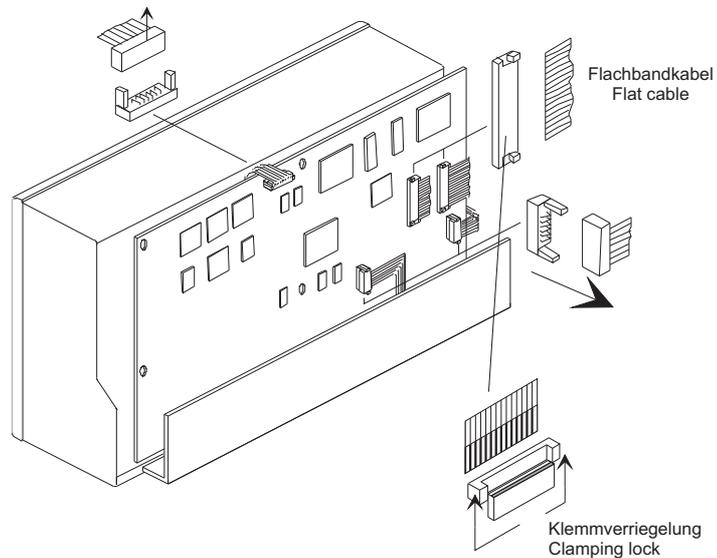

Bild D 8-3: Lösen der Flachbandkabel
6. Lösen Sie die Verriegelungen der Flachbandkabel. Ziehen Sie die Flachbandkabel aus den Steckverbindern heraus. Lösen Sie ebenfalls alle weiteren Kabelverbindungen (Bild D 8-3). Achten Sie darauf, keine Kabel zu beschädigen!